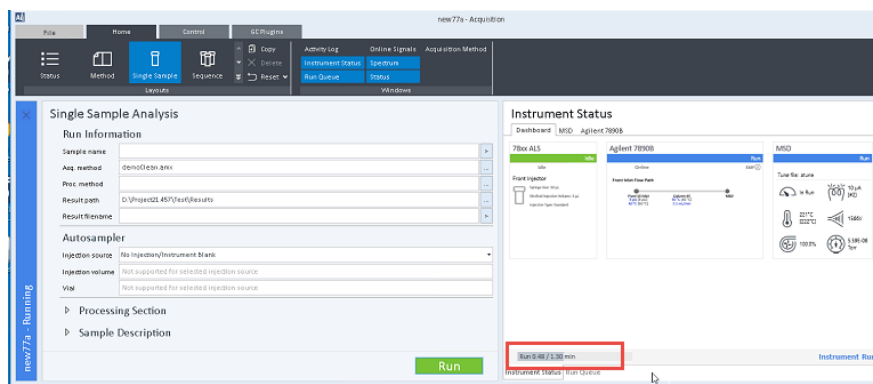

図 31. カウントダウンタイマー
- 10 ダッシュボードのカウントダウンタイマー（図 31 でハイライトされている部分）から、機器のステータスをモニタできます。